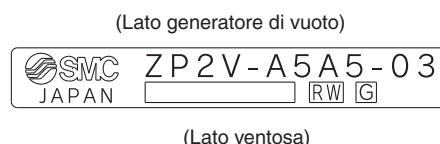

Fig. 1. Direzione di montaggio
4. Durante il collegamento, non confondere il lato della ventosa con il lato del generatore di vuoto del prodotto e viceversa. (Vedere Fig. 1).